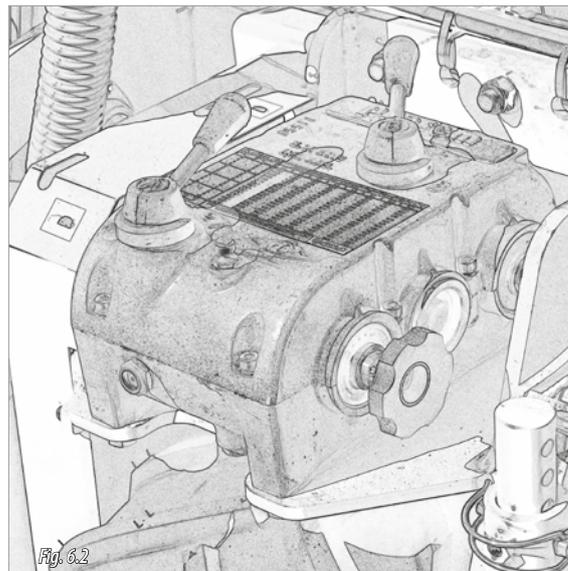

Fig. 6.2
- 2- АВТОМАТИЧЕСКАЯ КОРОБКА ПЕРЕДАЧ (рис. 6.2).